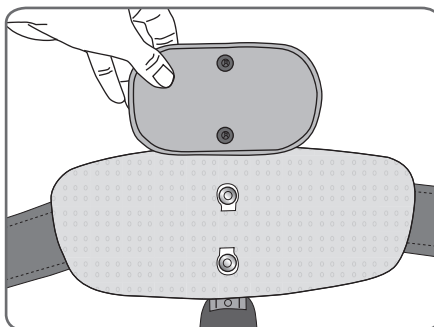

Abbildung 6-20: Entfernen der Oberschenkel-Gewebeelektroden
2. Lösen Sie die Oberschenkel-Gewebeelektroden vorsichtig ab (siehe Abbildung 6-20).